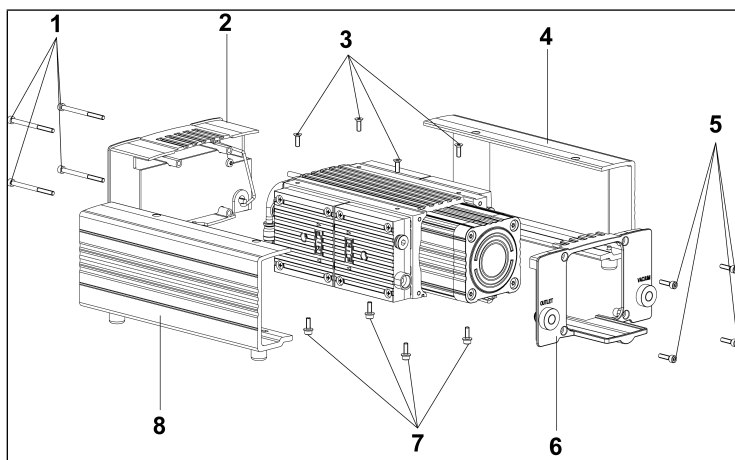

Fig.4: Démontage du corps de pompe
1. Desserrez les vis (1/ Fig. 4, 3, 5 et 7) et démontez les pièces du corps de pompe (2/ Fig. 4, 4, 6 et 8).
1. Placez les pièces du corps de pompe (2/ Fig. 4, 4, 6 et 8) sur la pompe et serrez les vis (1/ Fig. 4, 3, 5 et 7).